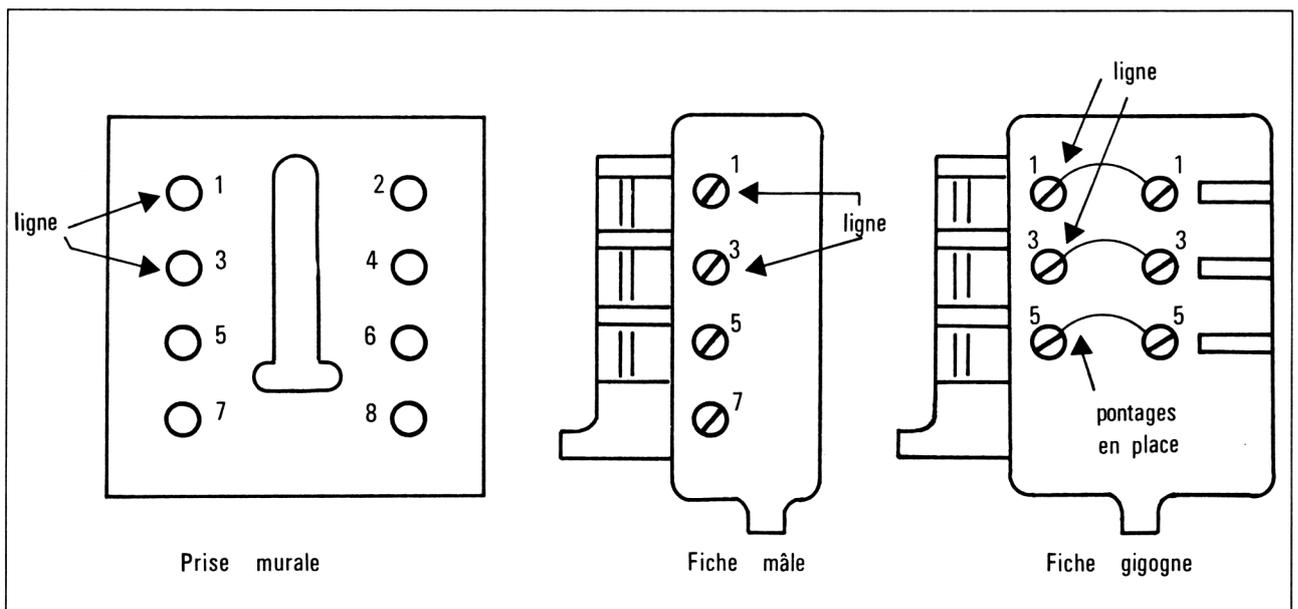

Fig. 4
A partir du moment où le montage sera installé entre l'AMSTRAD et la ligne téléphonique (bornes 1 et 3 de la prise, voir figure 4), chaque coup de sonnerie deviendra équivalent à un appui sur la touche « T » du clavier : INKEY (51), qui vaut normalement - 1, passera à zéro pendant la durée de chaque coup de sonnerie !